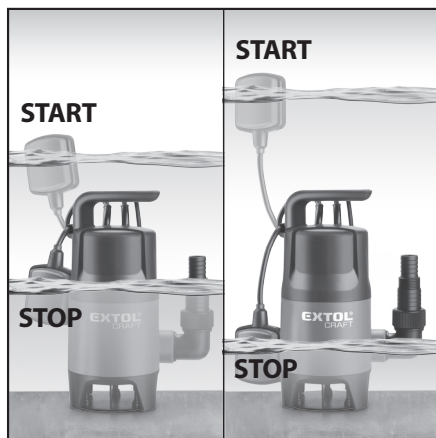

Abb. 2
➔ Die einstellbare Schwimmerkabelänge ermöglicht es, bei welcher Wasserspiegelhöhe sich die Pumpe Ein- und Ausschalten soll, siehe Abb. 2.
• Damit der Schwimmerschalter richtig funktioniert, darf die Entfernung zwischen diesem und der Aufhängung von seinem Kabel nicht zu klein sein. Das beschriebene Prinzip ist auf der Abb. 2 dargestellt.
6. Damit der Schwimmerschalter richtig funktioniert, darf die Entfernung zwischen diesem und der Aufhängung von seinem Kabel nicht zu klein sein. Das beschriebene Prinzip ist auf der Abb. 2 dargestellt.